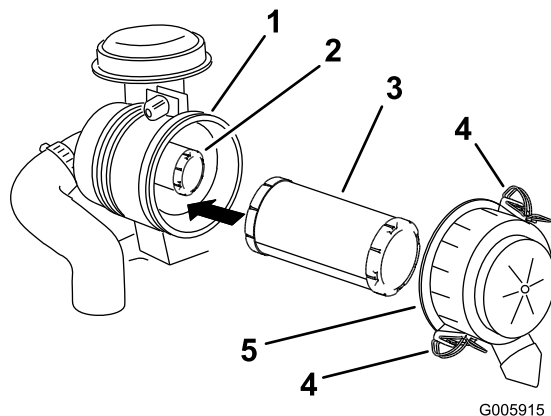

Figura 49
3. Abra los cierres del limpiador de aire y tire de la tapa del limpiador de aire para separarla del cuerpo del limpiador de aire (Figura 49).
5. Extraiga con cuidado el filtro primario del cuerpo del limpiador de aire (Figura 49).
2. Si va a cambiar el filtro interno, deslícelo cuidadosamente en el cuerpo del filtro (Figura 49).
- Deslice cuidadosamente el filtro primario por encima del filtro interno (Figura 49).
- Sujete la tapa con los enganches (Figura 49).